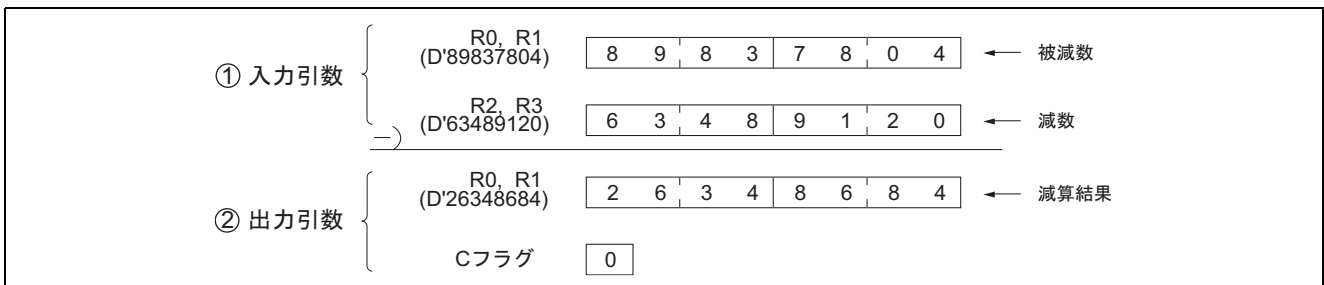

図 20-2 ソフトウェア SUBD1 の実行例
(2) 図 20-2 にソフトウェア SUBD1 の実行例を示します。